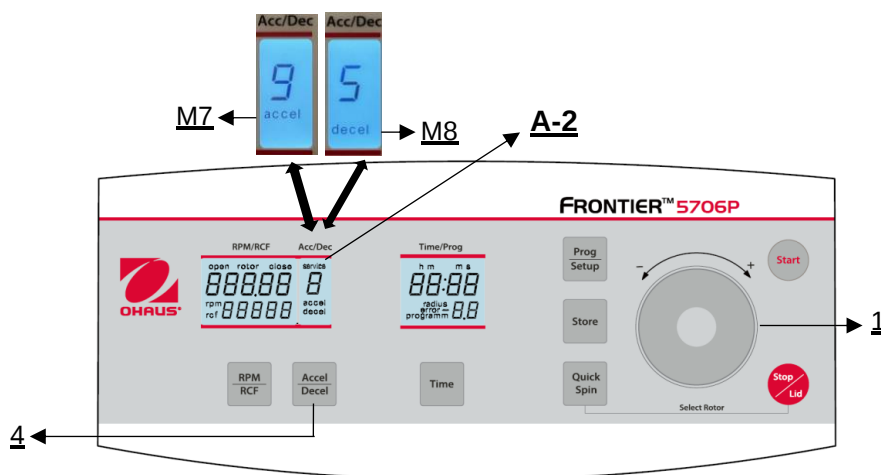

Abbildung 19
Diese Funktion wird über die Taste "**Accel/Decel**" (4) aktiviert (**siehe Abbildung 19**).